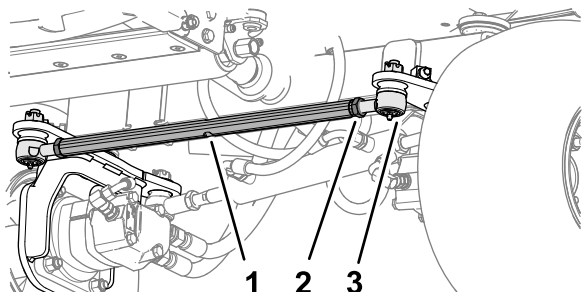

Figura 65
1. Nella parte anteriore della ruota posteriore, allentate i 2 controdadi che fissano il gruppo asta di accoppiamento alle estremità dell'asta (Figura 65).
2. Allineate le ruote ruotando l'asta di accoppiamento (Figura 65).
5. Serrate i 2 controdadi per fissare il gruppo asta di accoppiamento e le estremità dell'asta (Figura 65).